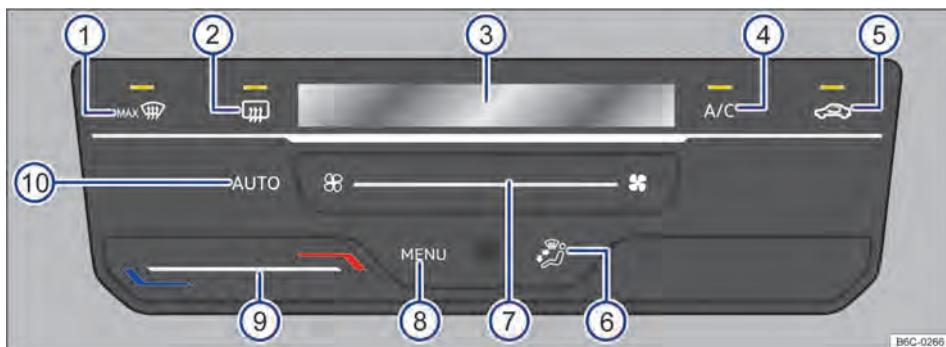

Fig. 85 Comandos do Climatronic.
- **Climatronic:** deslizar o dedo para a esquerda sob a superfície de função → Fig. 85 (7), depois pressionar o botão  da extremidade esquerda.
Ao tocar na superfície de função **AUTO** → Fig. 85 (10) é possível ligar o modo automático do Climatronic.
lados automaticamente. O funcionamento automático se desliga quando a ventilação é alterada manualmente → Fig. 85 (7) ou com a alteração da distribuição de ar através da superfície de função → Fig. 85 (6).
- **Climatronic:** tocar na superfície de função **A/C** → Fig. 85 (4) para ligar e desligar o funcionamento da refrigeração.
- *Climatronic*: deslizar o dedo sob a superfície de função → Fig. 85 ⑨.
No display do Climatronic → Fig. 85 ③ é indicada a temperatura ajustada.
- *Climatronic*: deslizar o dedo sob a superfície de função → Fig. 85 ⑦.
- *Climatronic*: tocar na superfície de função  → Fig. 85 ⑤.
- *Climatronic*: tocar na superfície de função → Fig. 85 ⑥ para posição desejada, a distribuição selecionada será indicada no display ③.
- *Climatronic*: tocar na superfície de função  → Fig. 85 ①.
- *Climatronic*: tocar na superfície de função  → Fig. 85 ②.
Para veículos com VW Play, pressionar **MENU** → Fig. 85  para abrir o menu do ar-condicionado do rádio.